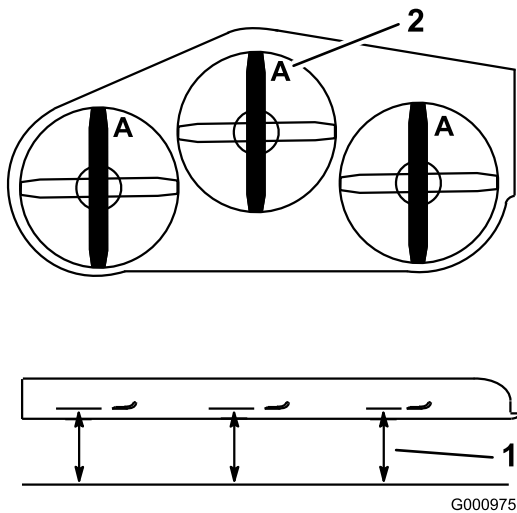

Figura 99
3. Rode as lâminas até as suas extremidades se encontrarem viradas para a frente e para trás (Figura 99).
4. Meça desde uma superfície nivelada até à extremidade de corte, posição **A**, das lâminas (Figura 99).